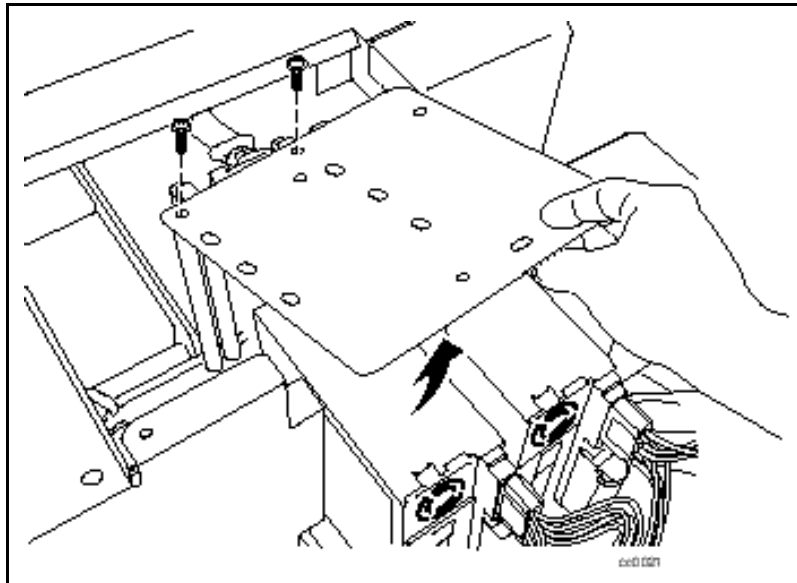

Figura 4. Rimozione della piastra superiore di montaggio
3. Rimuovere le viti che fissano la piastra superiore di montaggio dell'unità allo chassis (vedere Figura 4).